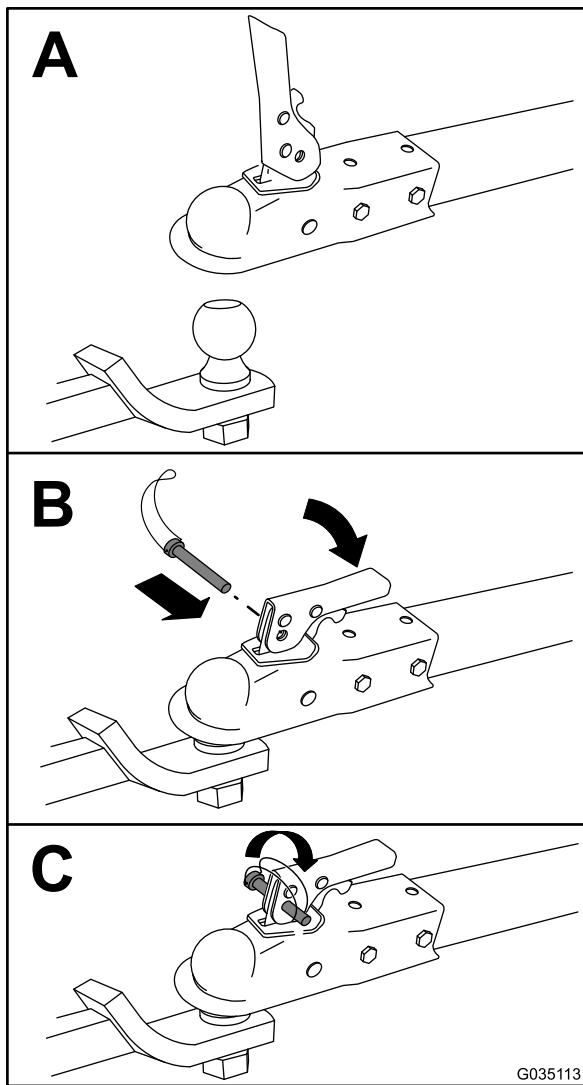

Figura 16
3. Enganche la máquina como se muestra en Figura 16.